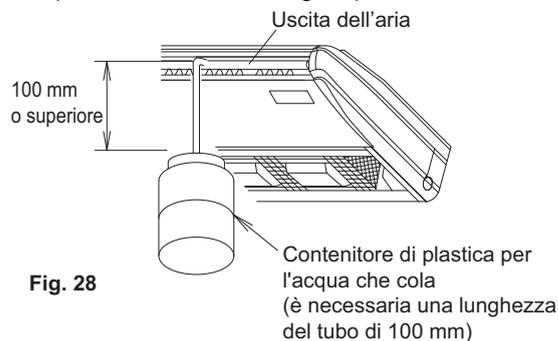

Fig. 28
- (2) Dopo che l'installazione della tubazione è terminata, controllare se il flusso dello scarico scorre liberamente.
- Aggiungere gradualmente circa 0,6 litri di acqua per la conferma dello scarico nella vaschetta di scarico dall'uscita dell'aria. (Fare riferimento alla Fig. 28)